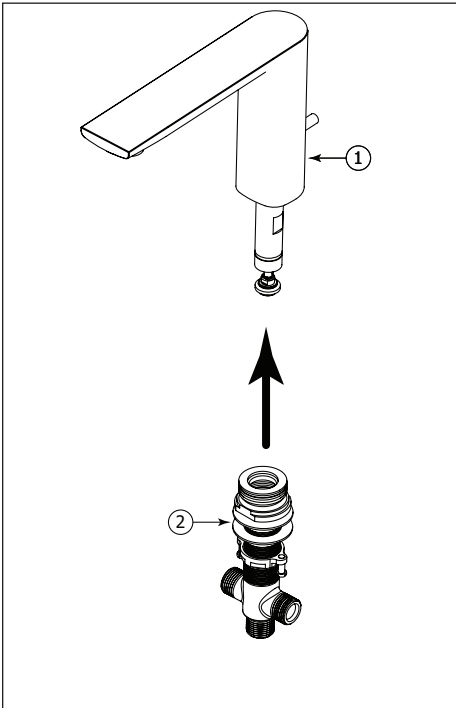

Fig.1
Separate the spout (1) from the slip-fit adaptor (2) and the 'T' body (3) as shown (Fig.1).
Séparer le bec (1) de sa base (2) et du corps en 'T' (3) tel qu'illustré (Fig.1).